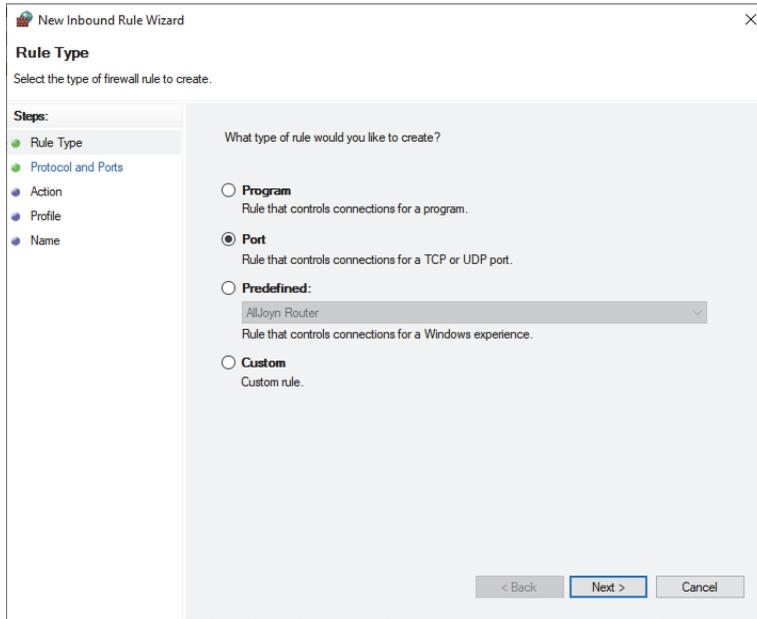

图 1-11 新建入站规则向导对话框：端口
3. 在**New Inbound Rule Wizard**（新建入站规则向导）对话框中，选择**Port**（端口）（参见第32页的图 1-11）。